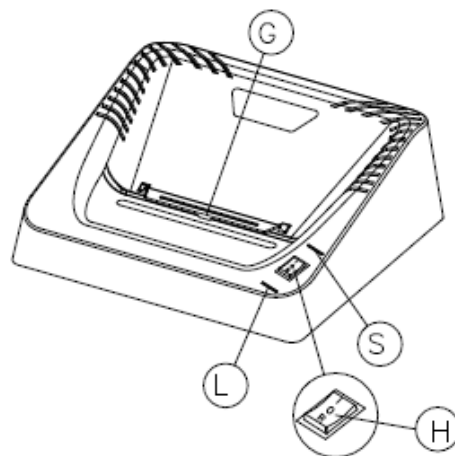

Fig.2
USO DELL'APPARECCHIO Fig.2
Gli apparecchi in grado di distruggere CD/DVD e carte di credito sono muniti di sportellino di protezione (G) Fig.2 che deve essere mantenuto ruotato verso la parte posteriore dell'apparecchio durante la distruzione di carta e deve essere ruotato verso il fronte dell'apparecchio durante la distruzione di CREDIT CARD - CD-ROM/DVD, perché mantiene guidati i supporti ottici nell'area di azione delle fotocellule e protegge l'operatore da eventuali frammenti di plastica.
HOW TO USE THE SHREDDER Fig.2
The machines suitable for shredding CDS/DVDS and credit cards come with a protective door (G) Fig. 2 which must be rotated to the back of the machine when shredding paper and must be rotated to the front when shredding CREDIT CARDS-CD-ROMS/DVDS, because it guides the optical material within range of the optical eyes cells and protects the operator from any plastic fragments.